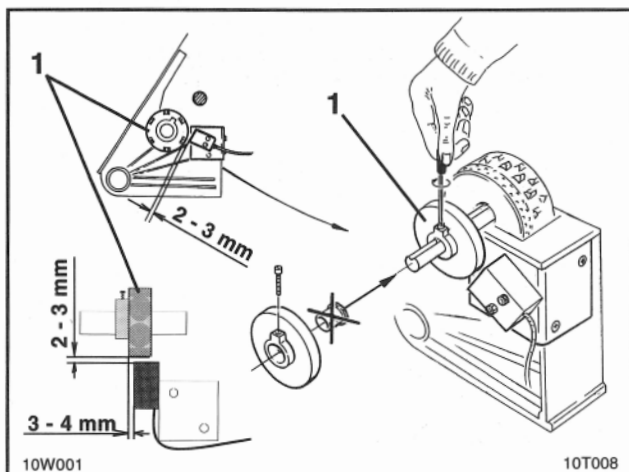

Fig. 10.2
- ☐ Magnetholderen (fig. 10.2/1) med 6 magneter fastgøres på såakslen.